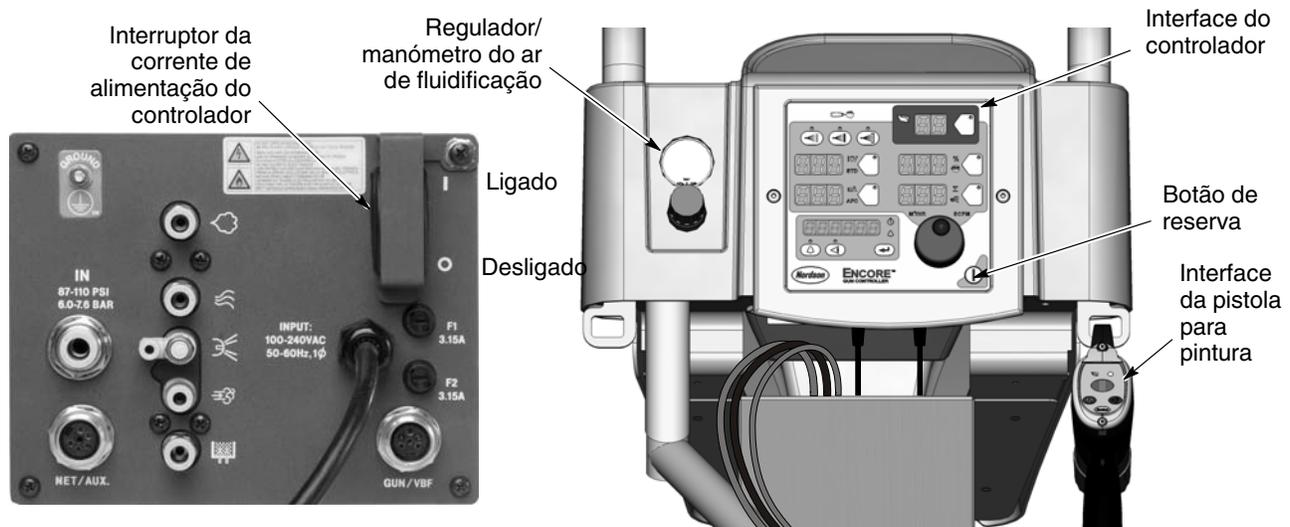

Figura 4-5 Comandos do sistema - sistema móvel ilustrado
4. Consulte a figura 4-5. Verifique se a pistola para pintura não está activada e depois ligue a alimentação de corrente do controlador. Os mostradores e os ícones da interface do controlador e da interface da pistola devem acender-se.
Utilize o botão **Reserva**, ilustrado na figura 4-5 para desligar a interface e desactivar a pistola para pintura durante interrupções da produção. Quando a interface do controlador está desligada, a pistola para pintura não pode ser actuada e a interface da pistola para pintura está desactivada.